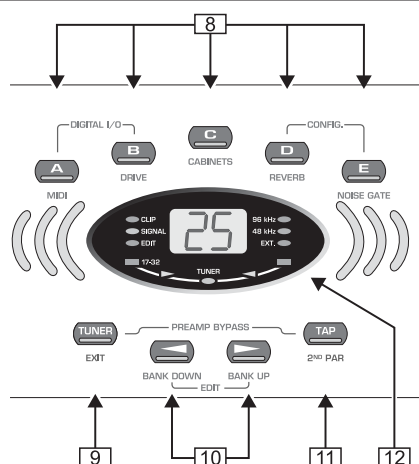

Fig. 2.2: Parte frontal do V-AMP PRO (secção 2)
-  Com a tecla **TAP** [11] premida (ver fig. 2.2) o regulador **TREBLE** transforma-se em regulador **PRESENCE**. Isto permite a acentuação/diminuição de um filtro ajustado ao respectivo modelo AMP activo na gama de frequências superior, que simula o feedback dos amplificadores de tubos em função da frequência.